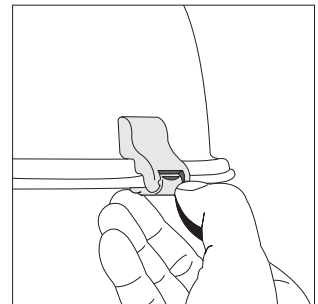

fig.5
- d) pour ouvrir l'appareil appuyer vers le bas sur le crochet de fermeture opposé à la charnière comme indiqué en figure 5.